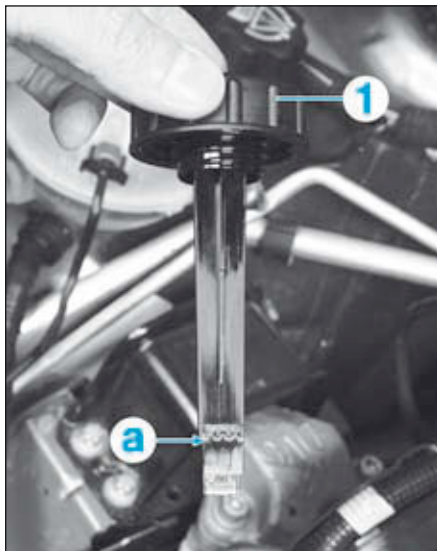

FIG.18
- Remplir le réservoir de liquide d'assistance de direction jusqu'au repère maxi (a) du bouchon de remplissage (1) (Fig.18).